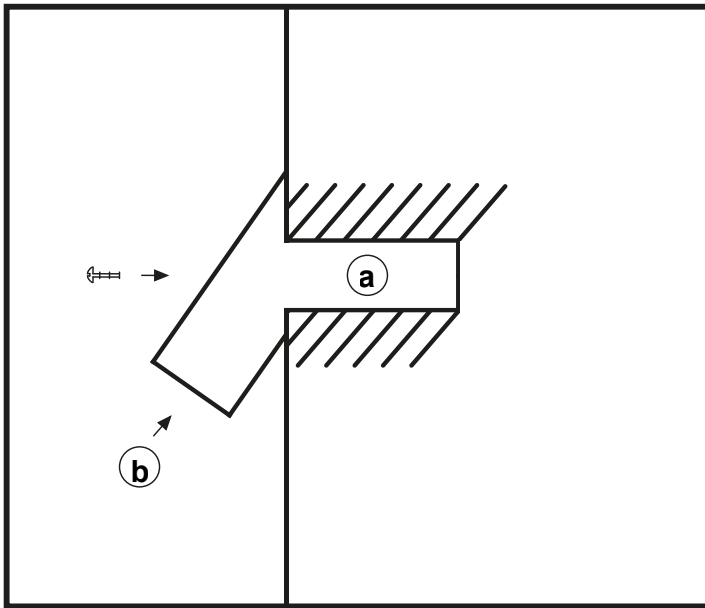
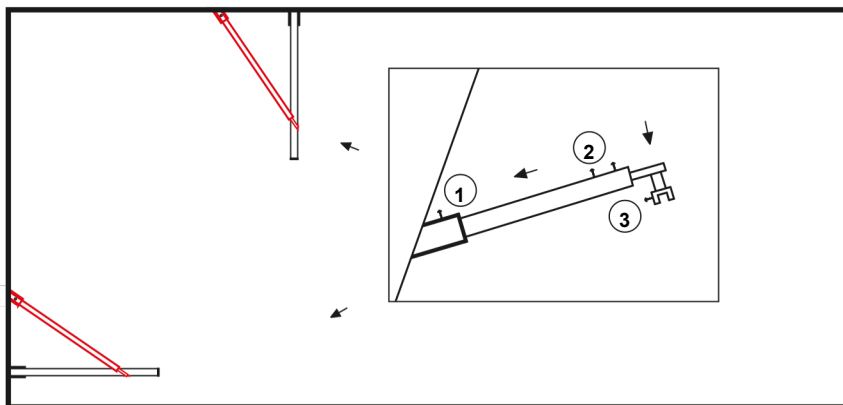

Abbildung 7
Abbildung 8: Draufsicht
23. Montieren Sie zwischen der Teleskoprohrhalterung (3) (dem Teil, das am Glas und der U-Leiste befestigt ist) die mit dem Rohr gelieferten Dichtungen, damit das Glas nicht mit dem Metall in Berührung kommt. (Abbildung 8)
25. Markieren Sie an der Wand die Stelle, an der das Befestigungsloch (a, Abb. 8) gebohrt werden muss, und entfernen Sie das Teleskoprohr.
27. Lösen Sie die Schraube (1) am Teleskoprohr (Abb. 8) und entfernen Sie das Wandteil (b, Abb. 7).
28. Setzen Sie das Teil (b) in das zuvor an der Wand gebohrte Loch (a) ein und befestigen Sie es mit einer Schraube. (Abbildung 7)
29. Nehmen Sie das Teleskoprohr und setzen Sie es vorsichtig in die Wandhalterung (b, Abbildung 7) ein; stützen Sie das andere Ende (3, Abbildung 8) an der vorgesehenen Stelle auf dem Glas ab.
30. Die Schraube (1) jedoch noch nicht vollständig fixieren. ACHTUNG! Der Befestigungspunkt muss nach oben zeigen!
31. Befestigen Sie die Teleskophalterung (3) mit einer Schraube am Glas. ACHTUNG! Wichtig ist, dass Sie vorher zwischen Teil (3) die im Bausatz enthaltenen Dichtungen eingebaut haben! Metallteile dürfen nicht mit Glas in Berührung kommen, da dies zum Bruch des Glases führen kann.
32. Richten Sie das Glas mit einer Wasserwaage aus und befestigen Sie das Teleskoprohr mit den Schrauben (2) mit Ausrichtung nach oben.
38. Überprüfen Sie mit der Wasserwaage, ob die Glasposition vertikal ist, die Gläser parallel zueinander sind und der Schnittpunkt der Magnetdichtung korrekt ist, und befestigen Sie das Rohr mit den Schrauben (2, Abb. 8).